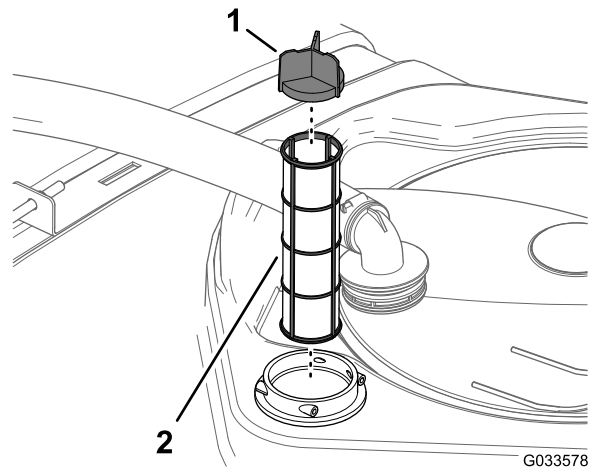

图 103
3. 从过滤器外壳上拆下软管和软管接头图 103。
4. 从药缸内的过滤器外壳中拆除旧的吸入式过滤器图 103。